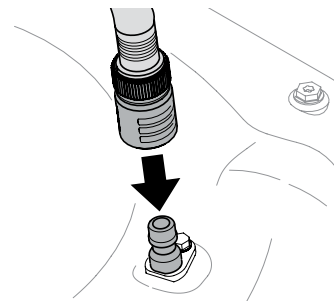

Figure 4-2
3. Fixez le tuyau d'arrosage avec l'embout sur le gicleur situé sur le plateau de coupe. Voir Figure 4-2.